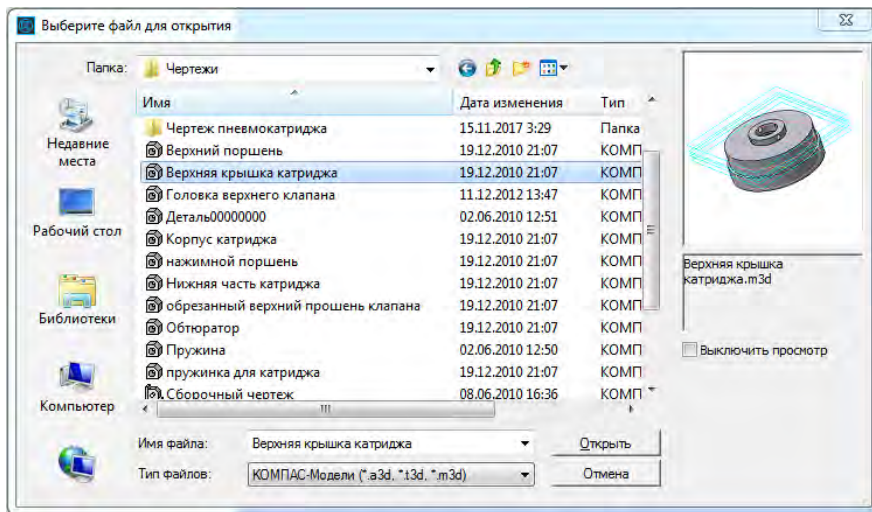

Рисунок 7.5 – Открытие файла детали **Вал**
1 Чтобы вывести на экран первую деталь – вал, созданную заранее и сохраненную в памяти компьютера, нужно нажать кнопку **Редактирование сборки**, а затем выбрать кнопку **Добавить из файла** (рисунок 7.5).
2. В диалоге выбора файлов для открытия выберите файл **Вал** и нажмите кнопку **Открыть** (рисунок 7.5).